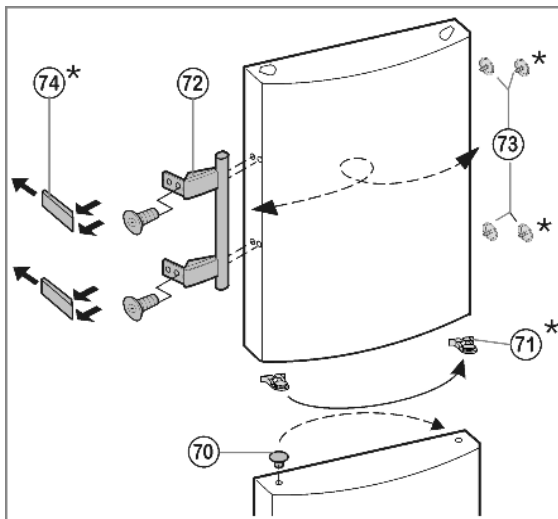

Fig. 17
- ▶ На нижней дверце: Извлеките пробку Fig. 17 (70) из опорной втулки дверцы и переставьте.
- ▶ На обеих дверцах: Снимите и переставьте на противоположную сторону дверную ручку Fig. 17 (72), пробку Fig. 17 (73) и прижимные пластины\* Fig. 17 (74).